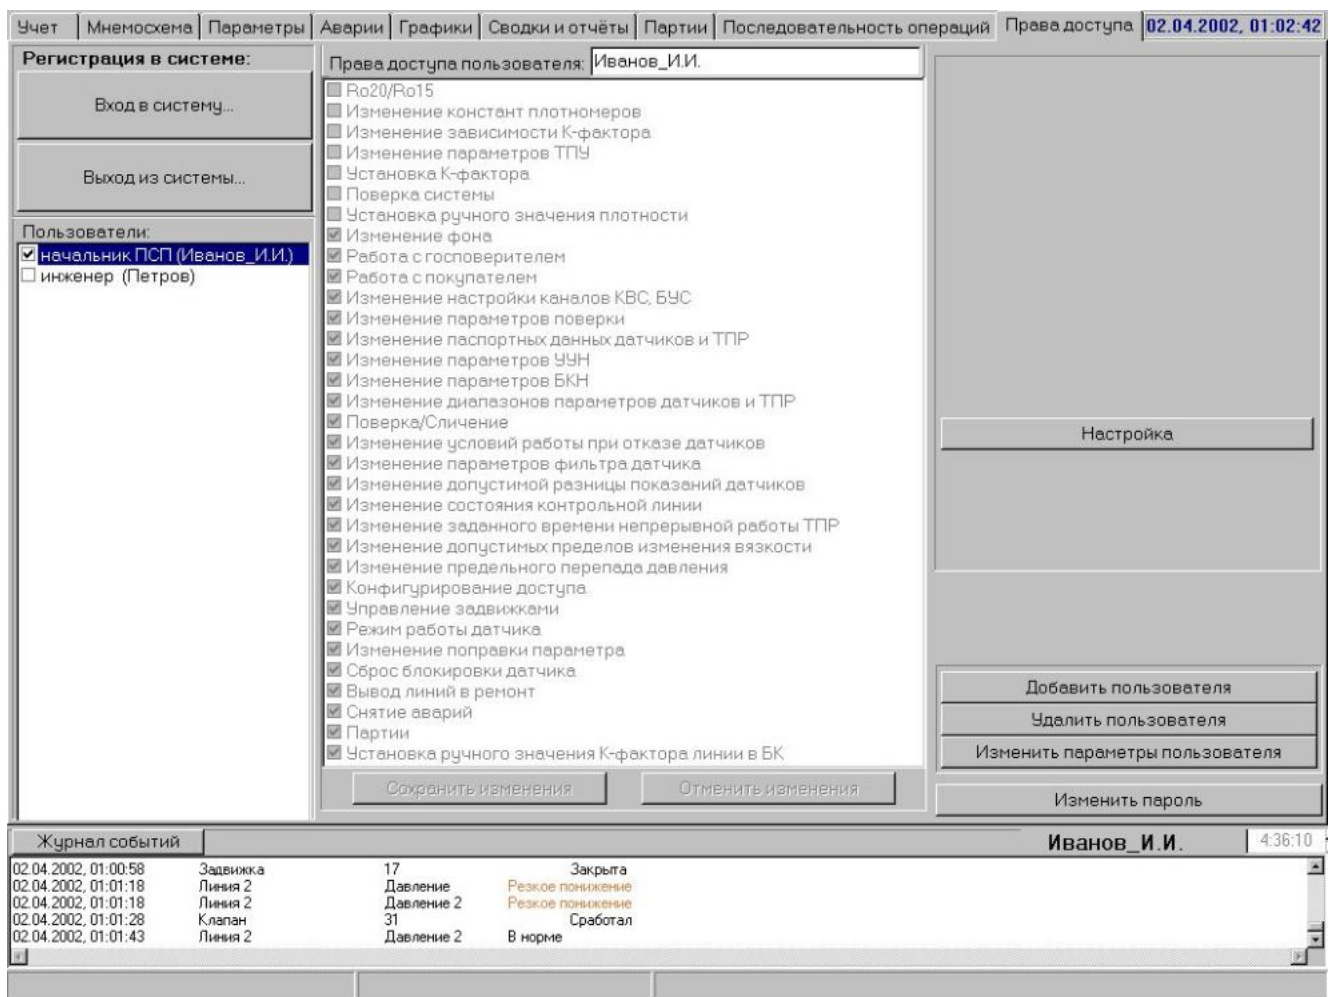

Рис. 34 - Экран «Права доступа»
3.13.1.1 Экран (Рис. 34) отображает: